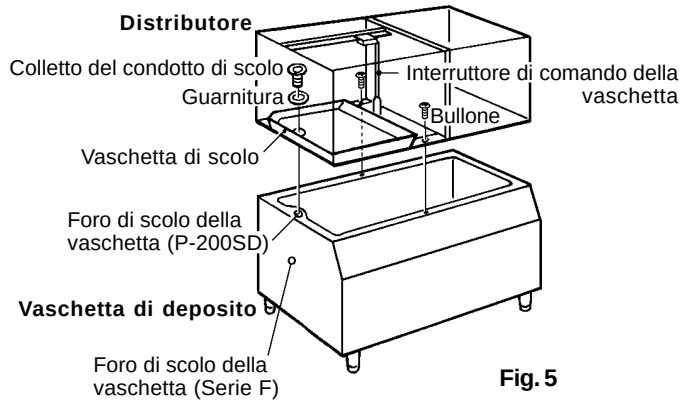

Fig. 5
5) Collocare il distributore sulla parte superiore della vaschetta di deposito facendo attenzione a non danneggiare il telaio del distributore e l'interruttore di comando della vaschetta. V. Fig. 5.
6) Fissare il distributore con i due bulloni in dotazione. V. Fig. 5.
7) Allineare il foro di scolo della vaschetta di deposito e quello della vaschetta di scolo. Inserire la guarnitura (accessorio) e fissare il colletto del condotto di scolo (accessorio della vaschetta). V. Fig. 5.